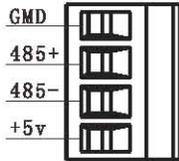

图7
- a) XLR5000系列软起动器在左侧有一接线端子, 具体接线见(图7)